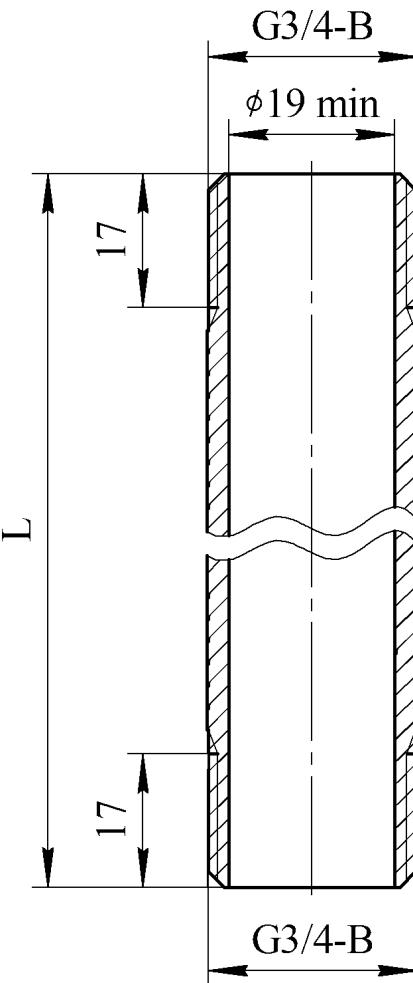

Рисунок 3
- е) по заявке Потребителя (см. рисунок 3):